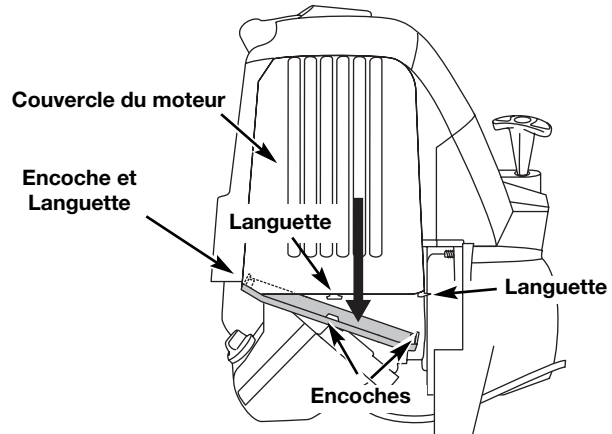

Fig. 33
1. Retirez le couvercle du silencieux en appuyant sur le coin à l'aide d'un tournevis à lame plate (Fig. 33). Glissez les encoches sur les côtés du couvercle par-dessus les languettes du couvercle du moteur et retirez le couvercle.